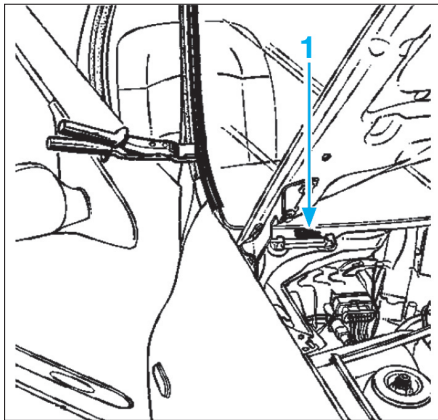

FIG. 2
- les cales de maintien (1) (Fig.2),